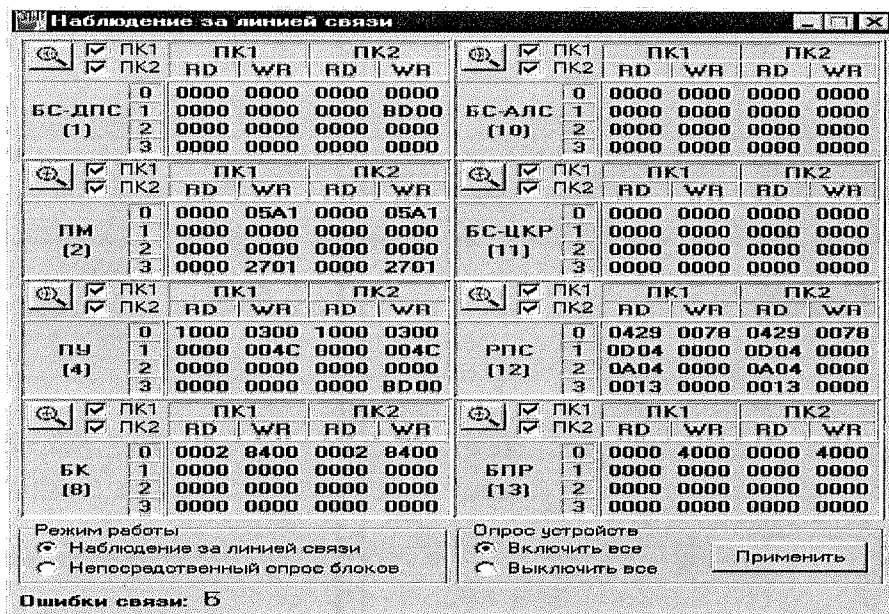

Рисунок 9
1.6.2 Режим главного меню «Линия связи» позволяет организовать прослушивание линии связи САУТ-ЦМ/485 (рисунок 9), то есть увидеть текущее состояние обмена по всем адресам в шестнадцатеричном коде. Выбор блока производится при помощи контекстного выпадающего меню.